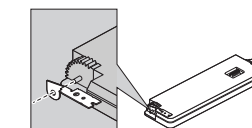

Fig. 11
**1. Attachez les crochets des deux côtés de la face avant. (Fig. 11)**